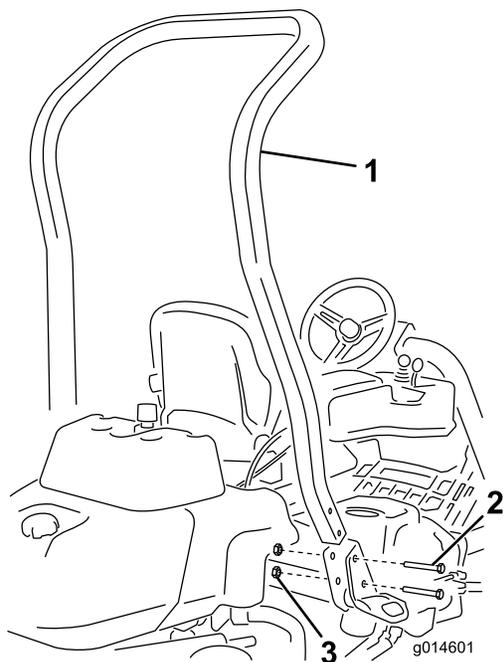

Рисунок 3
3. Установите защитную дугу защиты в гнезда на каждой стороне машины, используя 4 болта на 1/2 x 3 3/4 дюйма и 4 гайки с буртиком (1/2 дюйма) (Рисунок 3).